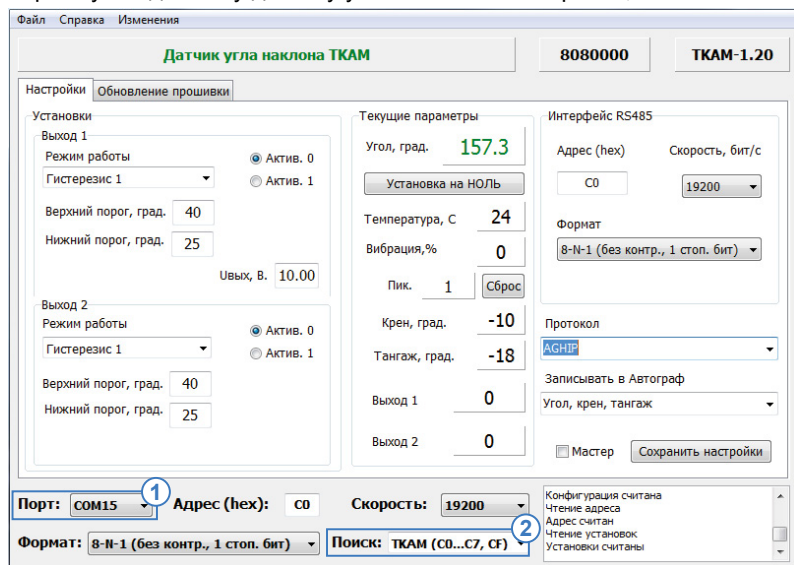

Рис.4. Поиск по адресам датчиков угла «ТКАМ».
- в программе «AGPConf» выберите COM-порт к которому подключен датчик (Рис.4, п.1). Посмотреть порт устройства можно в Диспетчере устройств системы;
- выберите диапазон адресов датчиков угла «ТКАМ» – **ТКАМ (C0...C7, CF)** (Рис.4, п.2);